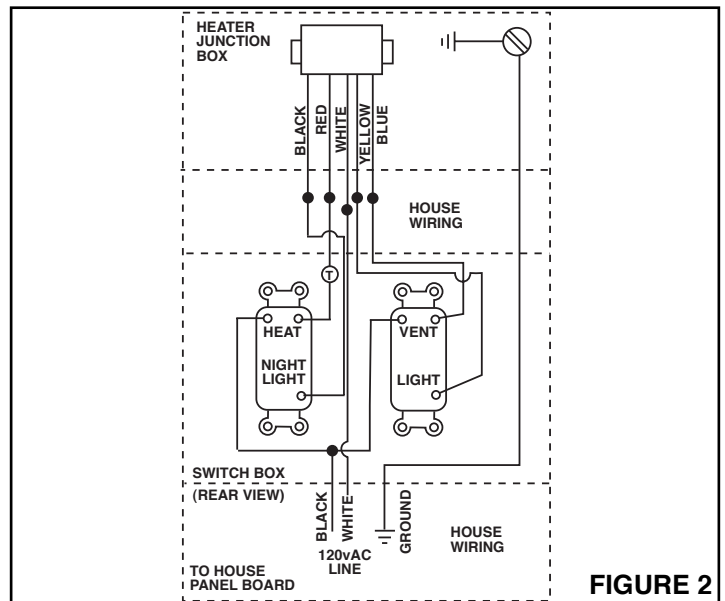

FIGURE 2
1. Refer to Figure 2. Run five (5) wires and ground of 12 gauge from heater's junction box to wall switch.
1. Voir la Figure 2. Acheminer cinq (5) fils et un fil de terre de calibre 12 du boîtier de raccordement de l'appareil de chauffage à l'interrupteur mural. Raccorder les fils.